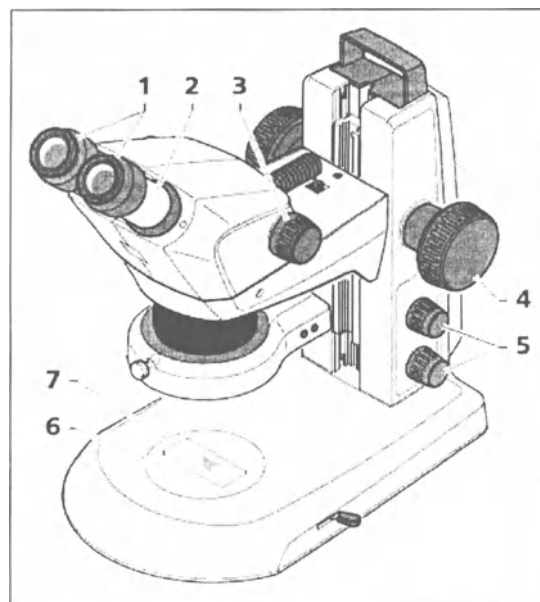

Рис. 18. Регулировка стереомикроскопа
1. Расположите образец (рис. 18/7) по центру на стеклянной или пластиковой вставке (рис. 18/6) и осветите его (рис. 18/5).
2. Установите компенсацию диоптрий на регулируемых окулярах (рис. 18/1) на «0».
3. Установите межзрачковое расстояние за счет перемещения окуляров в стороны (рис. 18/2) до тех пор, пока через оба окуляра не будет видно только **одно** полное световое пятно (поле образца).
4. Сначала установите масштабирование (рис. 18/3) на минимальное увеличение.
5. Сфокусируйтесь на какой-либо конкретной точке в центре образца (рис. 18/4).
6. Установите максимальное значение масштабирования (рис. 18/3). Возможно, увеличение сделает данную точку расплывчатой, и она уже не будет располагаться в центре изображения.
7. Увеличьте резкость изображения образца за счет фокусировки, затем переместите образец, найдите эту же точку и выполните точную фокусировку (рис. 18/4).
8. После этого установите масштабирование на минимальное значение и устраните расплывчатость изображения для каждого глаза отдельно за счет компенсации диоптрий **на регулируемых окулярах** (не при помощи регулятора фокусировки, рис. 18/4) (компенсация аметропии).